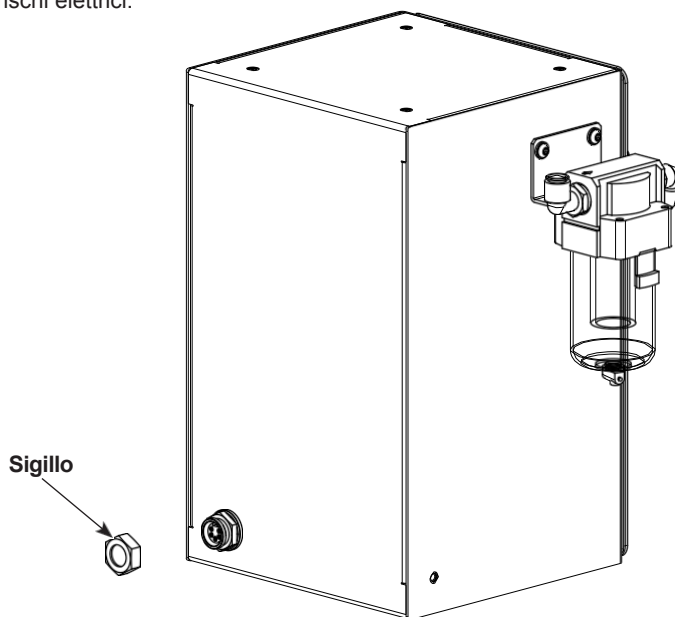

Figura 7-1 Guarnizione del ricettacolo
**AVVERTENZA:** vedere la Figura 7-1. Il controller della pompa viene fornito con un sigillo sulla presa per il motore del vibratore, che viene rimosso per l'uso con i sistemi mobili VBF. Questo sigillo deve essere mantenuto sulla presa del controller della pompa per i sistemi a parete e su rotaia per evitare rischi elettrici.